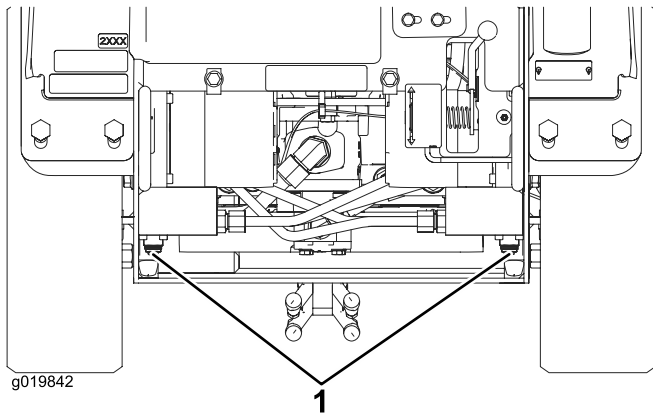

Figura 20
3. Usando una llave inglesa, gire las válvulas de remolcado de los motores hidráulicos dos vueltas en el sentido contrario a las agujas del reloj (Figura 20).